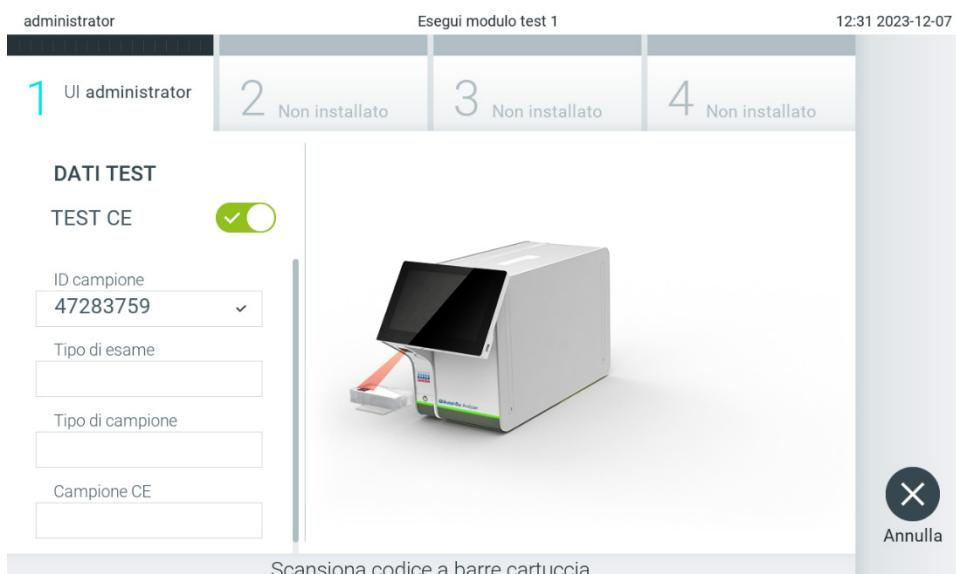

Figura 93. Scansione del codice a barre della cartuccia d'esame QIAstat-Dx.
4. Quando richiesto, eseguire la scansione del codice a barre della cartuccia d'esame QIAstat-Dx da utilizzare. Il QIAstat-Dx Analyzer 2.0 riconosce automaticamente l'esame da eseguire in base al codice a barre della cartuccia d'esame QIAstat-Dx (Figura 93)